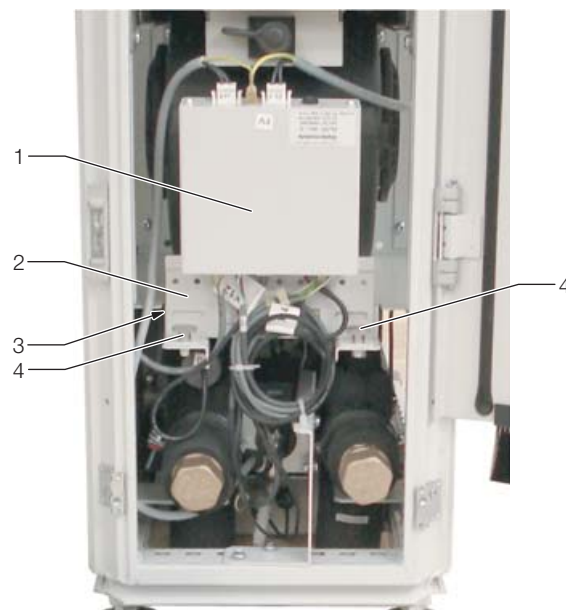

Рис. 25: Блок управления водяным модулем
- Отвинтите оба винта с рифленной головкой (рис. 25, поз. 4) у держателя блока управления (рис. 25, поз. 3) и полностью демонтируйте держатель.
- Снимите блок управления вместе с держателем (рис. 25, поз. 1 и поз. 3) с несущей панели (рис. 25, поз. 2) и отложите их в сторону от Liquid Cooling Package Plus EC.